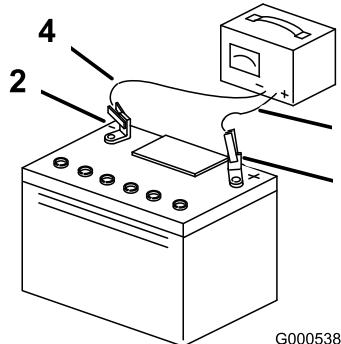

Bild 44
5. Wenn die Batterie ganz aufgeladen ist, ziehen Sie den Stecker des Ladegeräts aus der Steckdose und klemmen Sie die Klemmen des Ladegeräts von den Batteriepolen ab (Bild 44).